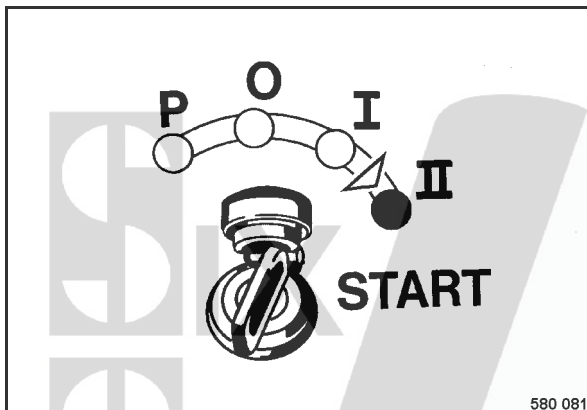

fig. 87
- Tourner la clé de contact (fig. 87) sur position "II", démarrage du moteur.